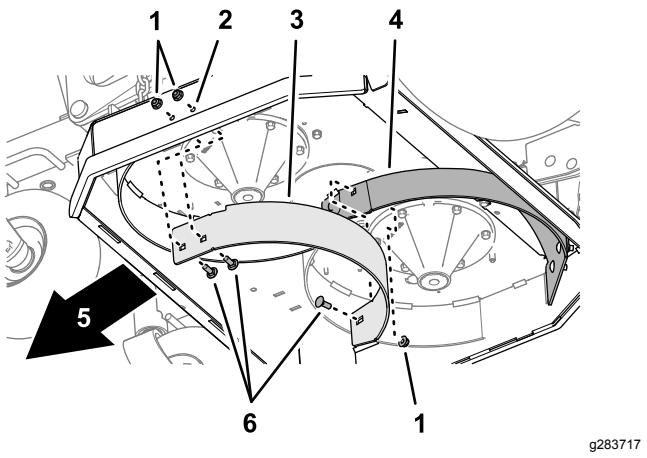

Figure 11
- Retirez les 3 boulons de carrosserie ($\frac{3}{8}$ " x 1") et les 3 contre-écrous à embase ($\frac{3}{8}$ ") qui fixent le déflecteur gauche au côté du plateau de coupe et au déflecteur droit, et déposez le déflecteur gauche (Figure 11).